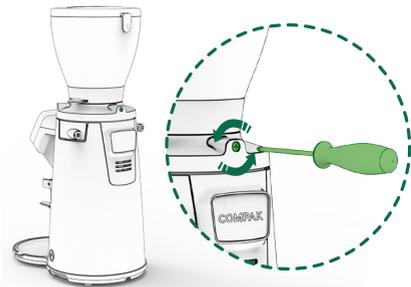
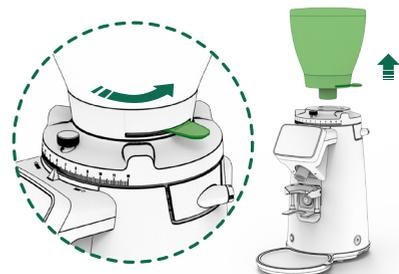

Fig. 1
Fig. 2
11.3.2. Para desmontar el regulador en el modelo E10, siga los pasos descritos en la sección 12.3.7 para molinos estándar o la sección 12.3.10 para molinos equipados con **Lock Load System**. Utilice la llave Allen hexagonal n.º 3 suministrada para aflojar el tornillo que sujeta la tobera ubicada en la parte superior de la cavidad de molienda, según se muestra en la (Fig. 1), y retírela tirando hacia abajo, como se muestra en la (Fig. 2).
12.3.1. Apagar el molino asegurándose que el interruptor de alimentación principal (13) está en la posición **OFF**. Desconectar el enchufe de la fuente de electricidad y aflojar el tornillo de seguridad de la tolva (3) utilizando un destornillador Phillips como se puede ver en (Fig. 1).
12.3.2. Comprobar que el obturador está en posición cerrada antes de retirar la tolva del regulador de molienda (7) (Fig. 2).